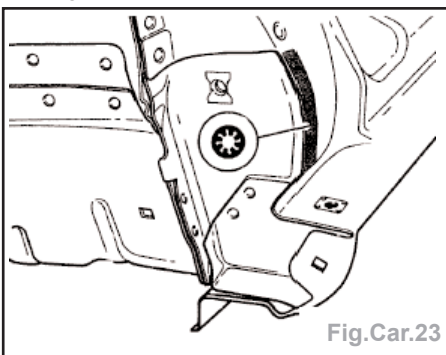

Fig.Car.23
- souder le bas de caisse par bouchonnage sous gaz de protection (Fig.Car.23).